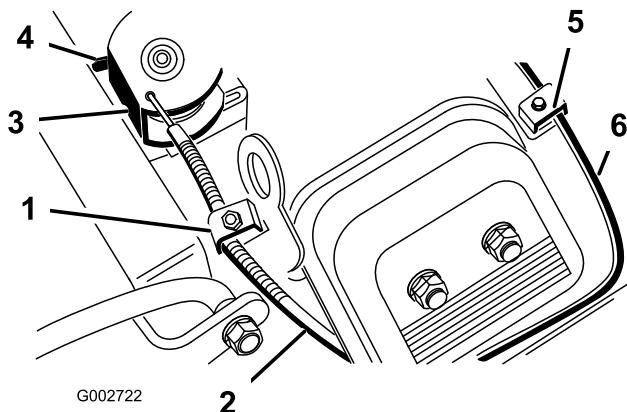

Figura 37
- Liberte o parafuso que fixa o cabo ao motor (Figura 37).
- Puxe o cabo do regulador até que a zona traseira da cavilha entre em contacto com o batente (Figura 37).
- Puxe o cabo do ar (Figura 37) até que a borboleta se encontre completamente fechada e, em seguida, aperte o parafuso de fixação do cabo.